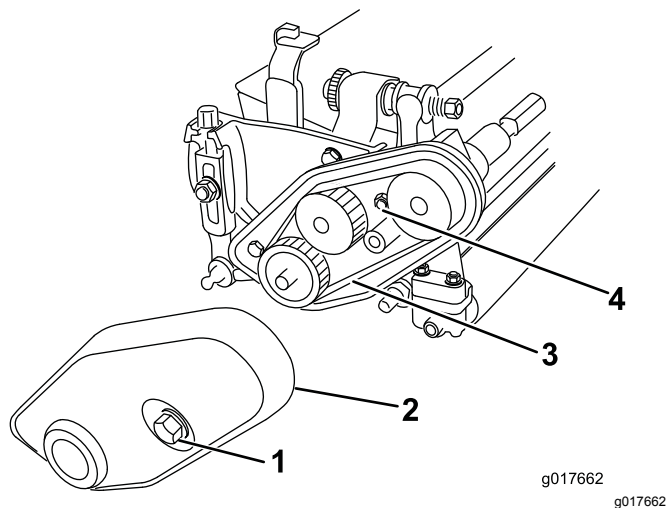

Рисунок 4
1. Ослабьте невыпадающий болт, который крепит крышку ремня к левому концу режущего блока, так, чтобы снять крышку (Рисунок 4).
2. Ослабьте гайку натяжения ремня и снимите ремень (Рисунок 4).